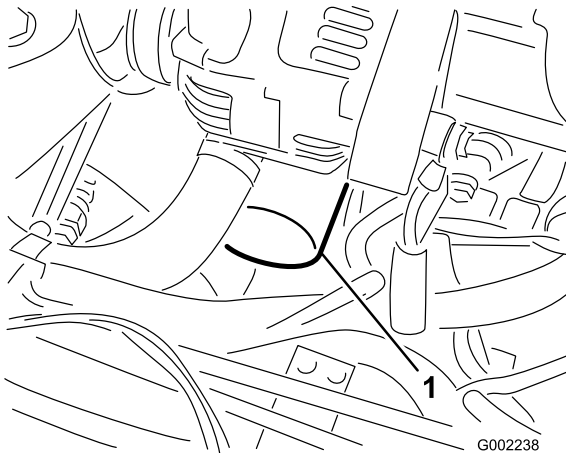

図 40
7. 古いオイルフィルタ (図 40) を外す。
10. アダプタに新しいフィルタを取り付ける。ガスケットがアダプタに当たるまで手でねじ込み、そこから更に 1/2 回転増し締めする (図 40)。